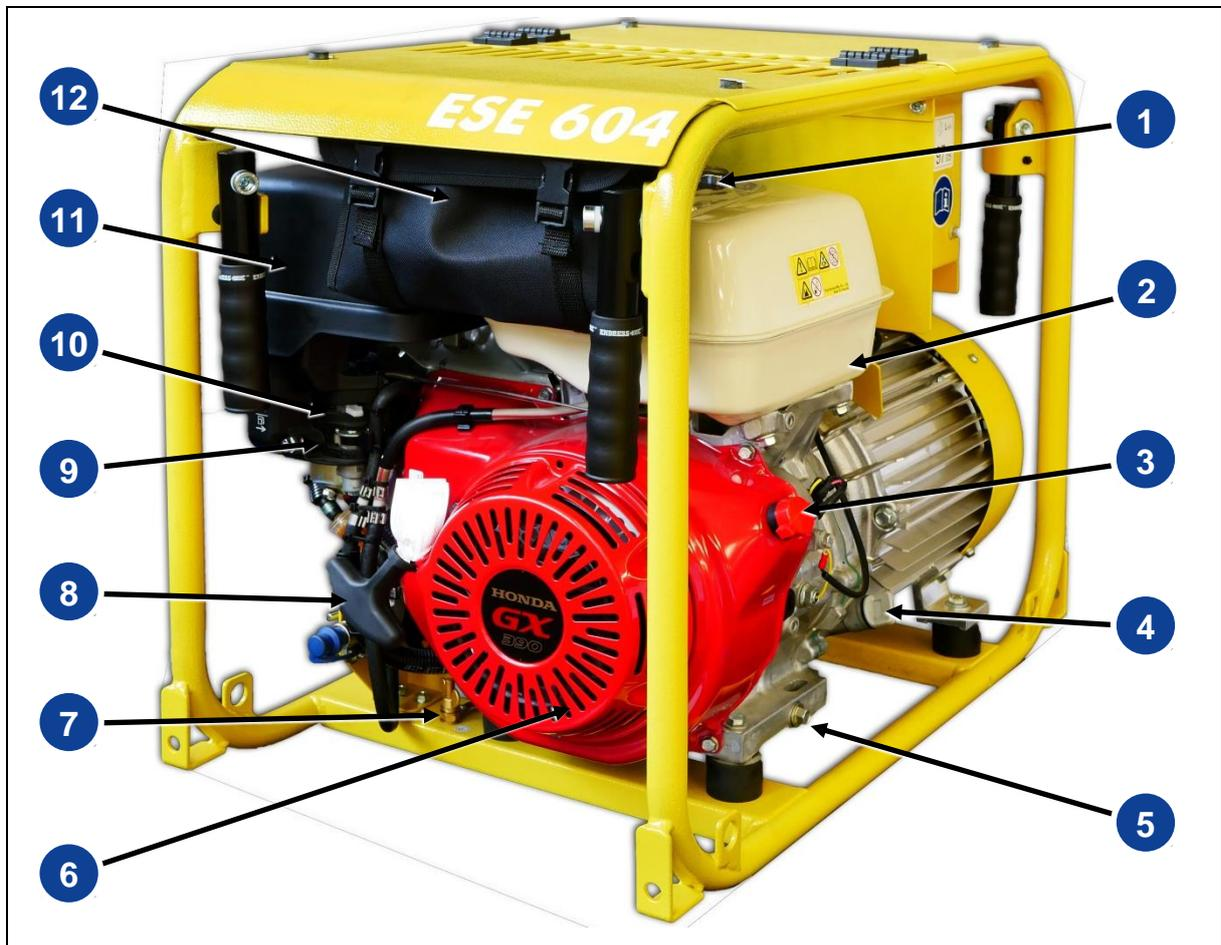

Abb. 3-3: Bestandteile der Motor- und Wartungsseite
1. Hebel des Kraftstoffhahns ② bis zum linken Anschlag schieben (geschlossen).
2. Abdeckklappe über Tank Abb. 3-3-② öffnen.
3. Tankdeckel Abb. 3-3-① abschrauben.